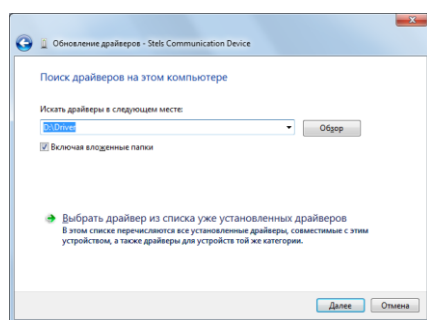

Рис. 5.7. Выбор пути к папке Driver
5. В открывшемся окне поиска драйверов укажите путь к папке Driver на компакт-диске из комплекта поставки или к папке, в которую драйвер был загружен с веб-сайта ООО «НПП «Стелс», и нажмите кнопку *Далее* (рис. 5.7).